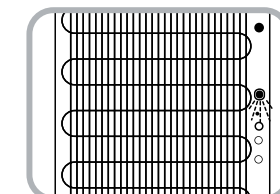

Fig.5
10. Gire en sentido contrario a las manijas del reloj la tapa de drenaje para abrirla y drene el agua de los tanques. No incline la unidad para drenar el agua. (Fig.5)